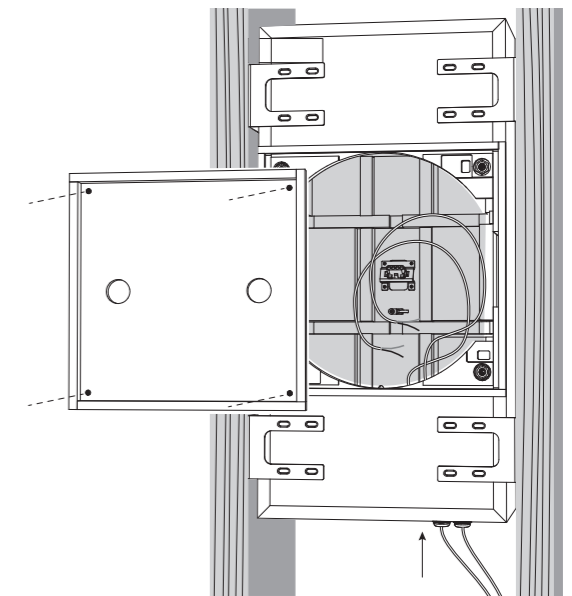

Fig. 3. Speaker Wire Installation.
1. Verwijder het deksel van de achterste bus door de vier schroeven los te draaien die het op zijn plaats houden (Fig. 3).
2. Installeer de luidsprekerkabel door een van de kabelwartels en laat genoeg speling over om de aansluitingen te maken (Afb. 3). Draai de kabelwartel vast en bind de luidsprekerkabel vast om te voorkomen dat deze beweegt en ratelt tijdens het gebruik. Zorg ervoor dat de luidsprekerkabel niet in contact komt met spijkers of schroeven die de isolatie kunnen beschadigen. Er is een tweede kabelwartel voorzien om een tweede luidsprekerkabel te kunnen installeren.